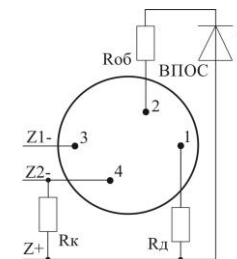

Рисунок 3 – Підключення ВПОС або світлодіода
4.4 Якщо за проектом використовують ВПОС з живленням від ШС, то його мінусовий контакт з'єднують з гвинтовою клемою з маркуванням «2» (LED), а плюсовий – гвинтовою клемою з маркуванням «1» (Z+) (рис.3, номінал R_{об} залежить від типу ВПОС і його робочого струму). Рекомендується використовувати ВПОС виробництва ТОВ «Тірас-12», підключивши його через резистор R_{об} з опором не менше 3 кОм. Допускається використовувати інший пристрій індикації з малим струмом споживання (близько 2 мА). ВПОС дублює основний індикатор в режимах пожежі та несправності.